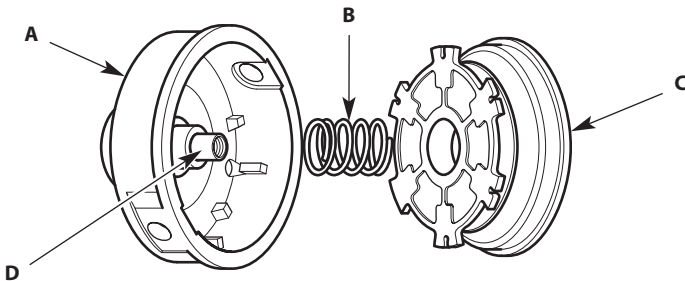

Fig. 2
3. Remove the inner reel from the outer spool (Fig. 2).
4. Remove the spring from the inner reel (Fig. 2).
3. Retirez l'enrouleur intérieur de la bobine extérieure (Fig. 2).
4. Retirez le ressort de l'enrouleur intérieur (Fig. 2).